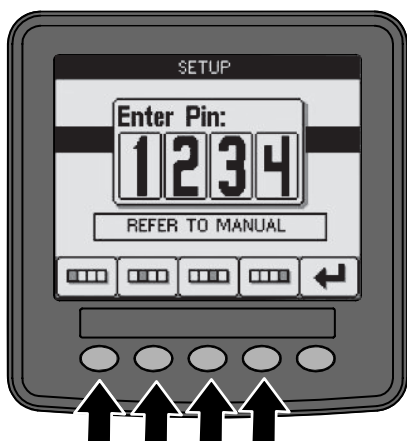

Figure 16
2. Appuyez sur les boutons comme indiqué sur la Figure 16 pour entrer votre code PIN.